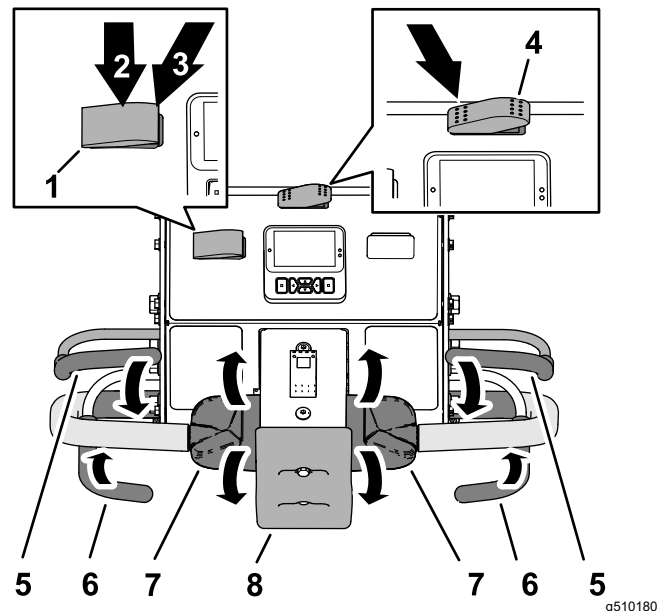

Figura 75
- Coloque o interruptor de transporte/arejamento na posição AERATE (Figura 75).